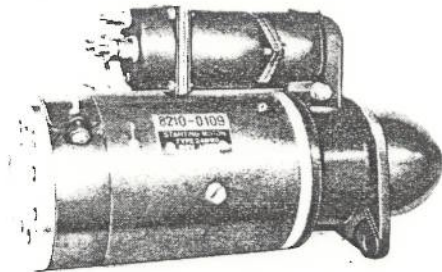

Fig. 10-91
- (1) 24V starter (See Fig. 10-91)